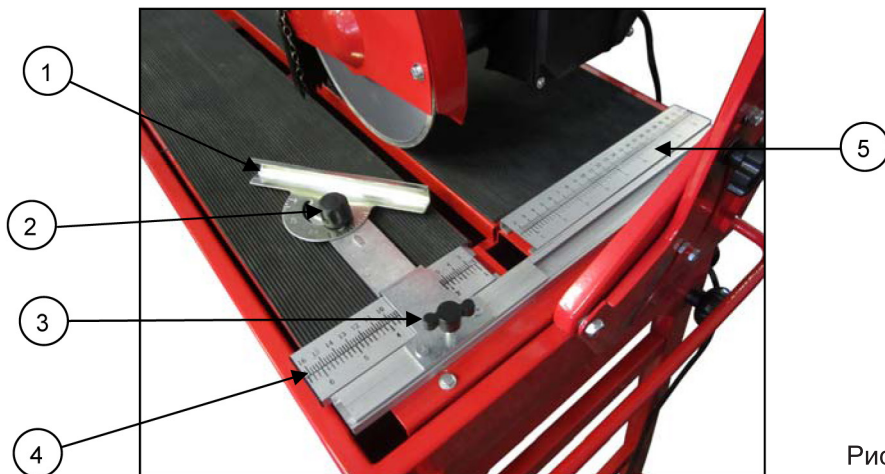

Рис. 10
Регулировка ширины реза (Рис. 10)
2. Ослабьте винт фиксации (2) транспортира и установите транспортир в положение 0° . Затяните винт фиксации транспортира (Рис. 10).
3. Ослабьте винт фиксации (3) регулируемого упора (1).
5. Зафиксируйте винт фиксации (3) регулируемого упора.
Регулировка угла реза (Рис. 10)